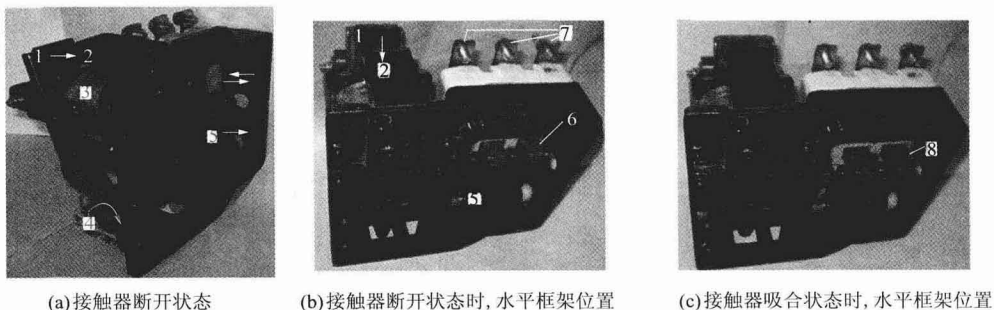

图 5 底板结构的接触器动作原理示意图
(4) 转动式、平面布置、底板结构的交流接触器动作原理。如图 5 所示,当线圈两端的线头接通额定工作电压 380V 或 220V 时,线圈得电,动铁心受到电磁力作用,沿箭头的方向向静铁心运动。动铁心带动轴转动,轴带动拐臂向里侧运动。拐臂上附带的水平框架及主动触点向下延箭头所示的方向运动到与主、静触点接触(紧密接触),从而使主回路接通。接触器吸合后,水平框架的状态如图 5(c) 所示。
接触器主触点闭合的同时,辅助动合触点随之闭合,动断触点改变为断开的状态。接触器完成(吸合)闭合动作。线圈断电后,动磁铁失去电磁吸力,在水平框架内反作用弹簧的作用下,向图 5(a)上白色的箭头所示的方向运动,动磁铁与静磁铁分开,动断触点也随之断开。主触点与静触点分离,从而切断了主回路。接触器释放后,水平框架的状态如图 5(b) 所示。理解接触器的动作过程是分析电动机控制电路的基础。